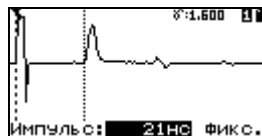

Рисунок 32
- **Импульс**. Изменение длительности зондирующего импульса при изменении диапазона расстояний происходит автоматически пропорционально диапазону, режим фиксированной длительности зонда (рисунок 32) устанавливается нажатием кнопок \triangle , ∇ . Для возврата в режим автоматической установки длительности необходимо одновременно нажать кнопки \triangleleft , \triangleright .